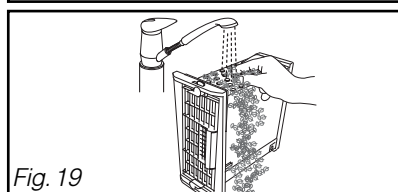

Fig. 19
- Nettoyez-le uniquement avec de l'eau sous le robinet (Fig. 19).